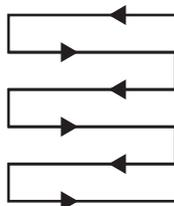

Fig. 15
1. S'assurer que le tambour du scarificateur (20) et le bac de ramassage (17) sont correctement assemblés.
7. Scarifier en suivant des rangées qui se chevauchent légèrement. Le modèle le plus efficace pour scarifier les pelouses est la ligne droite parallèle à l'une des bordures. Cela permet de scarifier la pelouse en rangées régulières et garantit qu'aucun endroit de la pelouse n'a été oublié (Fig. 15).